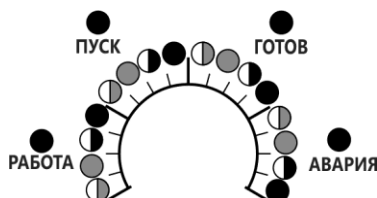

Рисунок 8 Индикация положения потенциометра
1.7.7 Для более точной настройки потенциометров предусмотрен режим индикации положения, который активируется при повороте требуемого потенциометра. 4 больших сектора шкалы отображают 4 светодиода (**РАБОТА, ПУСК, ГОТОВ, АВАРИЯ**). А 4 зоны внутри каждого сектора разделяются способом индикации светодиода (мерцает вполнакала, горит вполнакала, мерцает в полный накал, горит в полный накал) (см. рис.8).